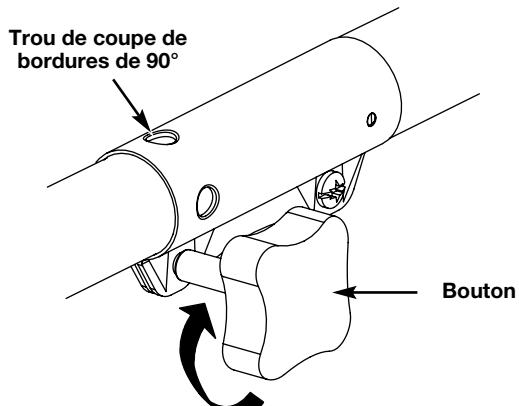

Fig. 24
3. Serrez le bouton en le tournant à droite (Fig. 24).
Pour couper les bordures à l'aide de la tête d'accessoire de coupe sur les modèle EZ-LinkMC, verrouillez le bouton de déclenchement de l'accessoire de coupe dans le **trou de 90°** (Fig. 24).